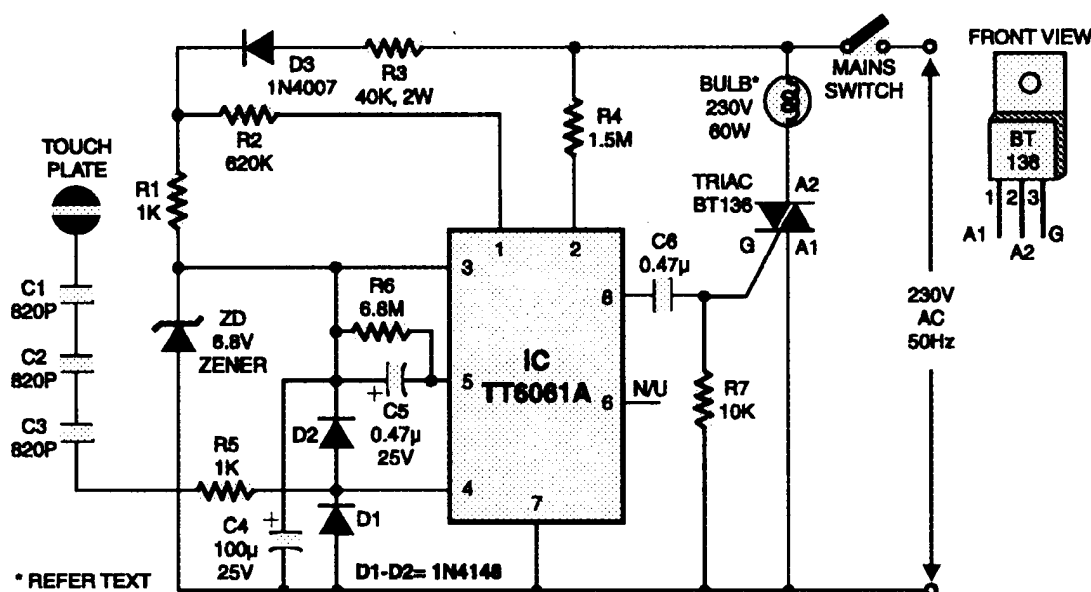

Рис.6
**новением** показано на **рис.6**. Устройство выполнено на микросхеме ТТ8486А или ТТ6061А, специально разработанных для таких приложений (отечественного аналога нет). Вначале, при включении главного выключателя, лампочка выключена. При первом прикосновении к сенсору лампочка загорается тусклым светом. При втором прикосновении она горит на средней яркости, при третьем - на полную яркость. Из-за высокой чувствительности микросхемы вынесите сенсор на некоторое расстояние. Сенсор можно изготовить из медной пластинки размерами 1x1 см или это может быть даже кончик провода. Конденсаторы С1, С2, С3 емкостью 820 пФ каждый должны быть на напряжение 2 кВ. Напряжение сети подается на микросхему на контакт 2 через резистор R4. Микросхема ТТ6061А вы-